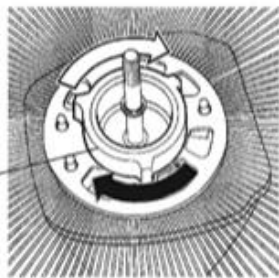

Рисунок 3
- Зафиксируйте заднюю сетку, крепко затянув гайку крепления (рисунок 3)